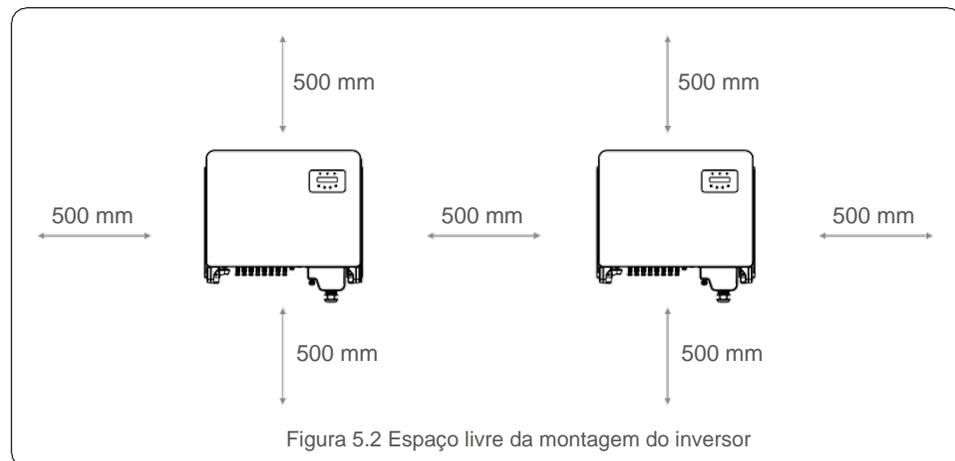

Figura 5.2 Espaço livre da montagem do inversor
- Quando há diversos inversores instalados no local, é necessário um afastamento mínimo de 500 mm entre cada inversor e outros equipamentos instalados. A parte inferior do inversor deve estar a pelo menos 500 mm do chão ou do piso. Veja a figura 5.2.